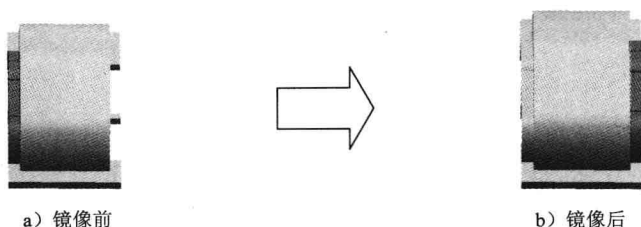

图 1.11 镜像 1
Step6. 创建图 1.11 所示的镜像 1，在 **阵列** 区域中选择 **镜像** 命令，选取拉伸特征 3 作为镜像特征，单击 按钮；选取前视图 (XZ) 平面作为镜像中心平面，单击“镜像”命令条中的 **完成** 按钮，完成镜像 1 的创建。